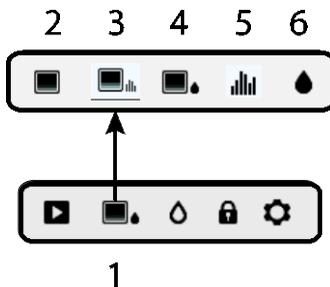

Fig. 5-2 Mode Image
Reportez-vous à la Fig. 5-2. Choisissez parmi le mode d'imagerie thermique infrarouge uniquement (2), le mode IGM personnalisé (3), le mode Humidité IGM (3), le mode Psychrométrie (4) ou le mode Humidité uniquement (4). Chaque mode est présenté ci-dessous.